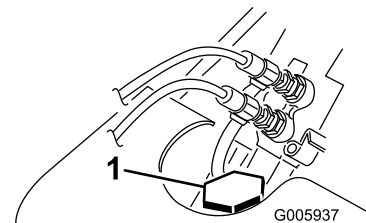

Figura 15
3. Retire el tapón de llenado del radiador y compruebe el nivel del refrigerante (Figura 15).